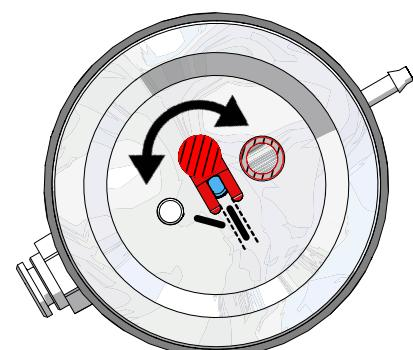

Abb. 12
- ⇒ Bei Strahltanks 25 - 70 µm muss die Dosierdüse ausgerichtet werden (Abb. 12)!